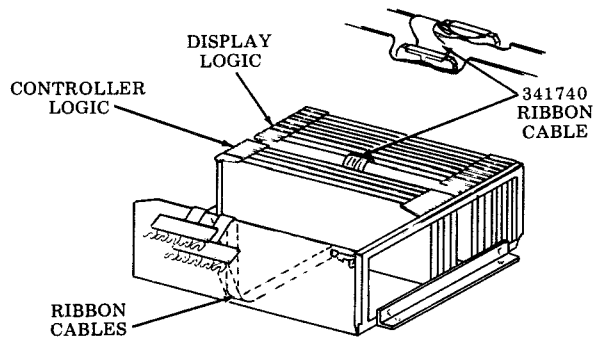

Fig. 53
- Step 12 — Install 341740 ribbon cable (Fig. 53).